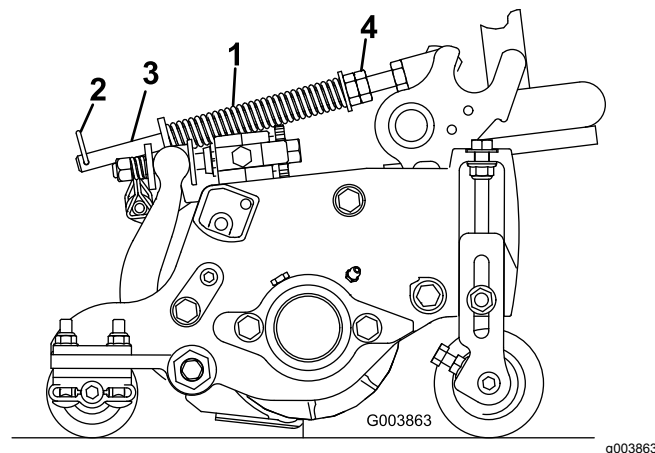

Figure 15
2. Serrez les écrous hexagonaux sur l'extrémité avant de la tige de ressort jusqu'à ce que la longueur du ressort comprimé soit égale à 12,7 cm (5 po) sur le Reelmaster 5410 à tabliers de coupe de 12,7 cm (5 po) ou à 15,9 cm (6,25 po) sur le Reelmaster 5510 à tabliers de coupe de 17,8 cm (7 po) (Figure 15).
Le ressort de compensation (Figure 15) transfère aussi le poids du rouleau avant au rouleau arrière. (Cela évite la formation d'ondulations à la surface de la pelouse.)
1. Vérifiez que la goupille fendue est insérée dans le trou de la tige de ressort (Figure 15).